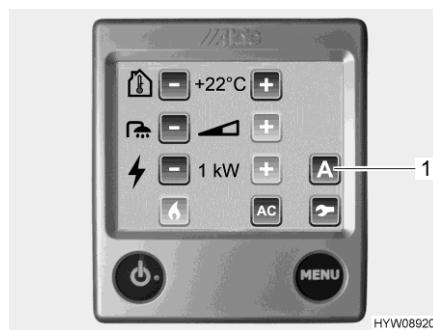

Fig. 146 Menu delle impostazioni (ventola aggiuntiva)
La ventola aggiuntiva viene azionata tramite la centralina di controllo (Fig. 146) del riscaldamento ad acqua calda.
- Premere il pulsante "A" (Fig. 146,1). Vengono visualizzate le funzioni.